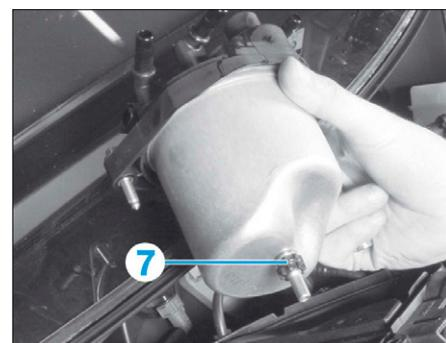

FIG. 61
- Vérifier la présence de la bague de centrage (7) (Fig.61).